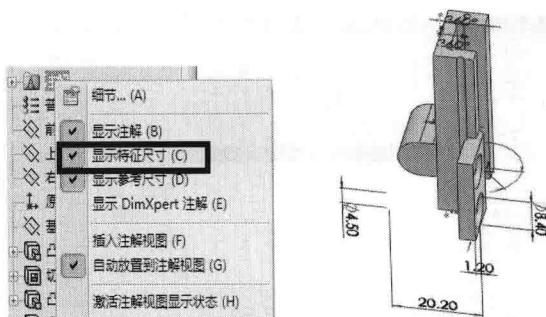

图 1-23 显示特征尺寸
(8) 在特征管理器中右击【注解】文件夹, 在弹出的快捷菜单中选择【显示特征尺寸】命令, 可显示所有特征的尺寸, 如图 1-23 所示。